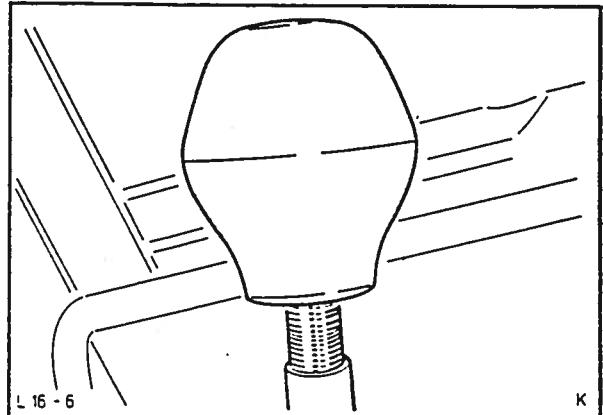

Fig. 16 Skru av gearspakens kule.
10. Skru av gearspakens kule, fig. 16 og demonter midtkonsollen fra tunnelen. Hvis montert, kople fra ledninger til klokke og sigaretttenner.